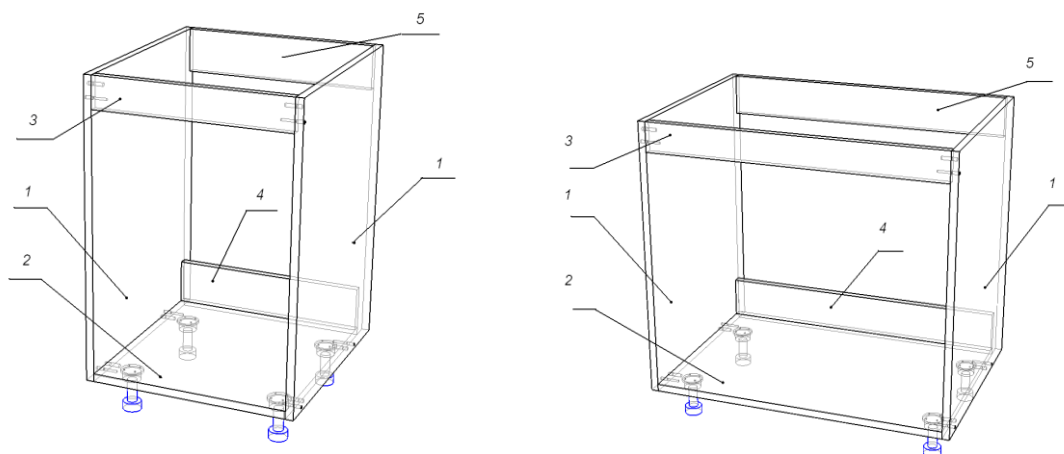

Рис. 28
3. Сборка корпуса мойки М01, М02, М20 (Рис. 28):
- собрать боковины (1), лицевую планку (3) и нижнюю горизонталь (2) используя 8 евростяжек 7x50 и 8 шкантов;
- установить планку (5) с помощью двух евростяжек 7x50;
- планка (4) устанавливается (по желанию) с помощью евростяжек после адаптации стола (вырезы в корпусе) к кухонным коммуникациям;